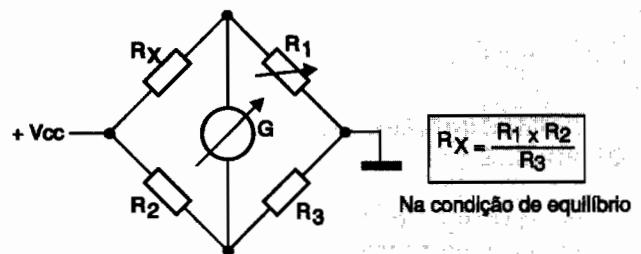

Figura 83.3
A ponte de Wheatstone é usada para a medida de resistências, tendo como fonte de sinal uma fonte de tensão contínua e como detector (G) um galvanômetro. O circuito dessa ponte é dado na **figura 83.3** e na condição de equilíbrio a relação entre os componentes é satisfeita pela fórmula junto ao diagrama.